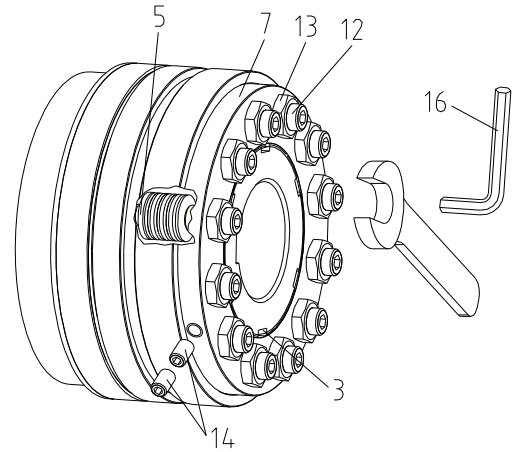

Fig. 15 : Réglage du couple - KTR-SI tailles 6 à 7
- Après le réglage du couple, les vis de réglage (composant 12) sont bloquées par les écrous de blocage (composant 13) pour éviter qu'elles ne se desserrent (voir figure 15).